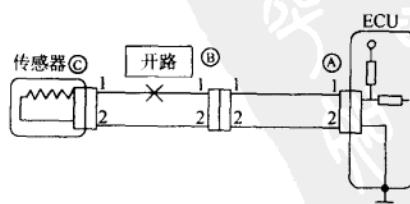
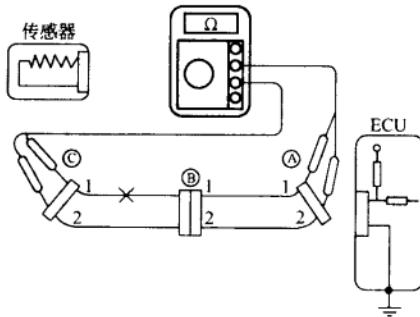

图 1-9 断路检测方法
图 1-10 检测线路是否导通
1) 断路（开路）的检测方法。如图 1-9 所示的配线有断路故障，可用“检查导通”或“检查电压”的方法来确定断路的部位。
① 检查线路是否导通
a. 脱开连接器Ⓐ和Ⓑ，测量它们之间的电阻值，如图 1-10 所示。若连接器Ⓐ端子 1 与连接器Ⓑ端子 1 之间的电阻值为 ∞ ，则它们之间不导通（断路）；若连接器Ⓐ端子 2 与连接器Ⓑ端子 2 之间的电阻值为 0Ω ，则它们之间导通（无断路）。